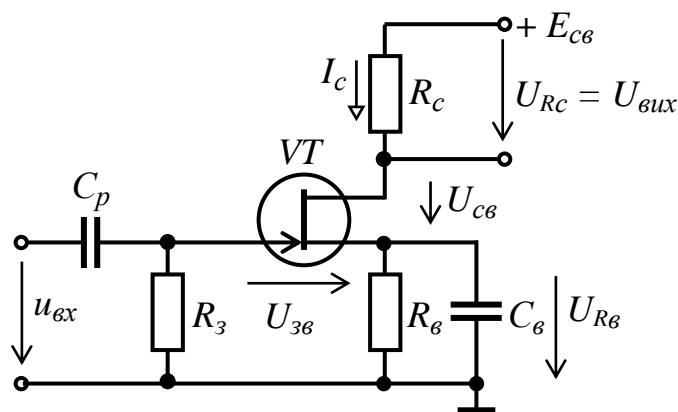

Рисунок 9
23. Для чого призначений конденсатор  $C_B$  (рис. 9)?
24. Для чого призначений резистор  $R_3$  (рис. 9)?
25. Для чого призначений конденсатор  $C_p$  (рис. 9)?
26. Для чого призначений резистор  $R_B$  (рис. 9)?
27. Для чого призначений резистор  $R_C$  (рис. 9)?